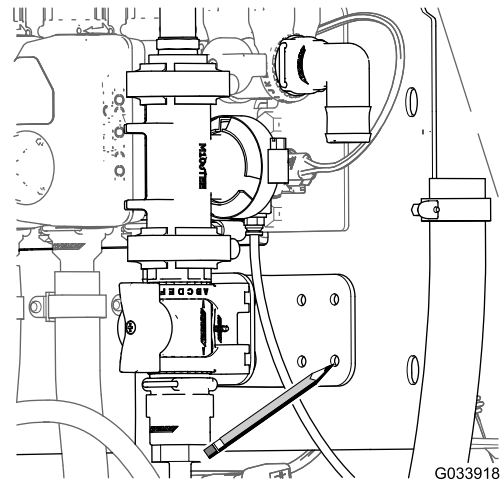

Figura 32
3. Usando la escuadra de la válvula de control como plantilla, marque la posición de los taladros de la escuadra en la superficie del soporte del distribuidor (**Figura 32**).